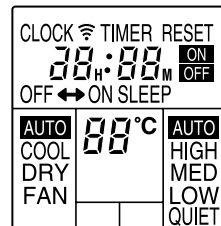

Рис. 8
**⑳ Дисплей пульта дистанционного управления (Рис. 8)**
- ⑳ Индикатор передачи